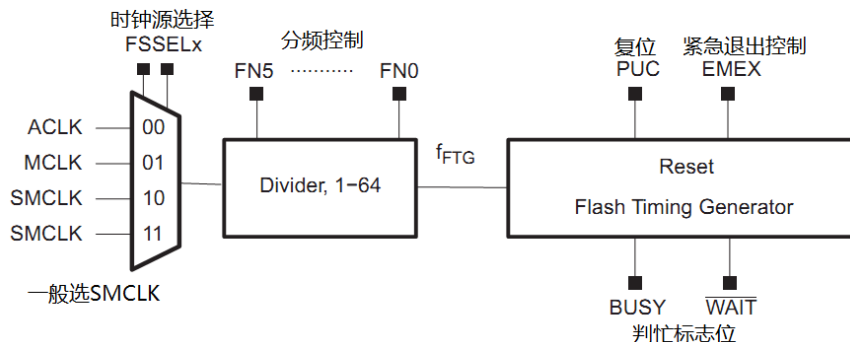

图 16.5 Flash 时钟控制器
如图 16.5 所示为 Flash 时钟结构，可以选择时钟来源和分频系数。
- 1) BUSY=0 代表 Flash 控制器空闲。与我们一般编程习惯不同，BUSY=1 时禁止干任何事情，只能用 while(FCTL3&BUSY)语句死循环等待 BUSY=0。要是等的不耐烦了，写图 16.5 中所示的 EMEX 紧急退出控制位强行终止 Flash 操作。